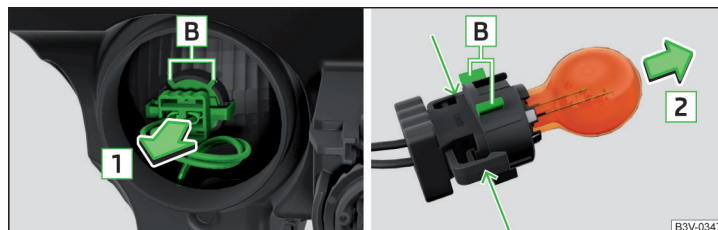

Fig. 365 Cambiar la bombilla para luz intermitente
- » Extraer el portalámparas con la bombilla con movimientos de vaivén en el sentido de la flecha **1** » fig. 365.